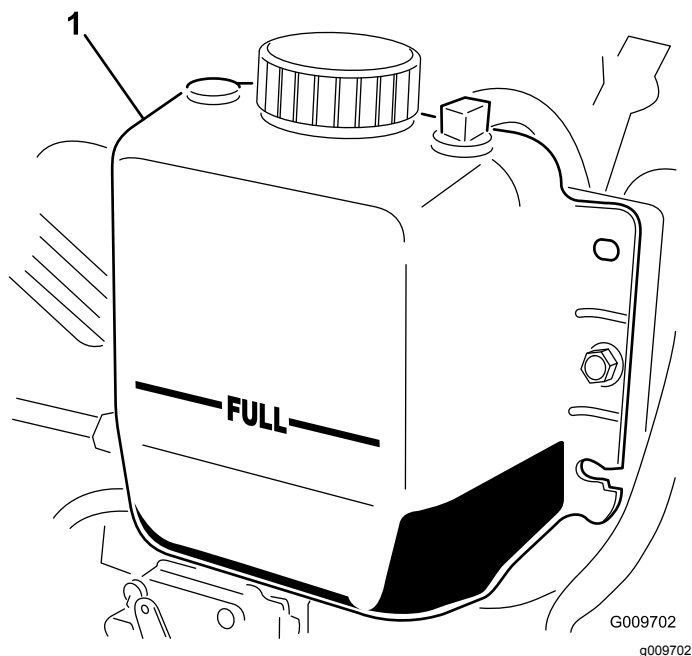

図 90
2. ラジエーター内部の液量を点検する。ラジエーターは補給口の首の部分まで、補助タンクはFULLマークまであれば適正です 図 90。